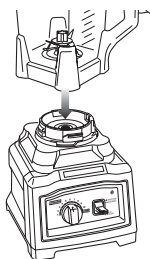

Fig. 1
- 2 Alignez et déposez le récipient sur le bloc-moteur. (Fig. 1) La poignée doit être légèrement orientée à la droite du symbole de verrouillage « LOCK » du bloc-moteur.